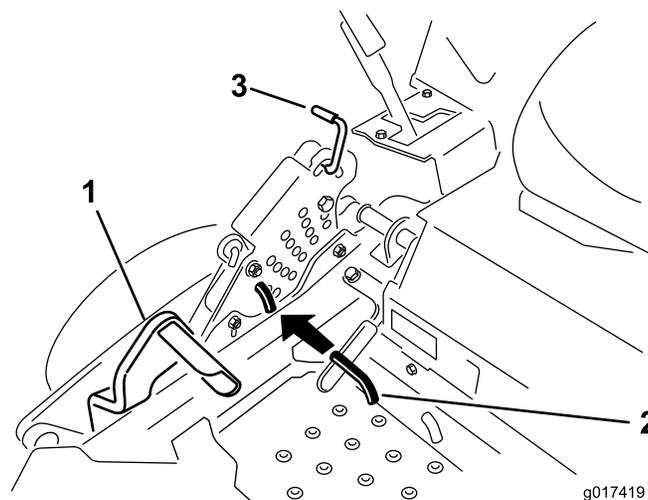

Figura 71
5. Empuje el pedal de elevación de la carcasa hacia delante del todo; la carcasa se enganchará en la posición de transporte de 14 cm (Figura 71).